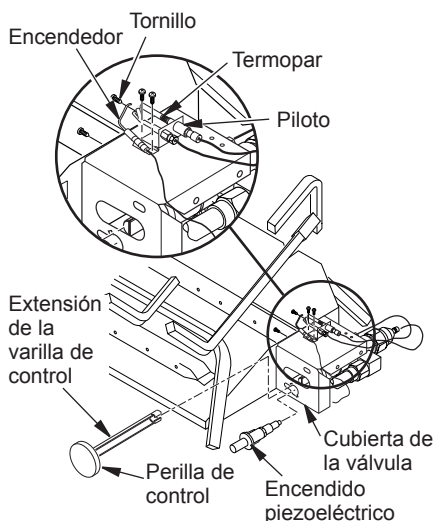

Figura 10 - Instalación de la cubierta, de la perilla de control y del encendido piezoeléctrico
10. Ponga el termopar, piloto y encendedor sobre la cubierta de la válvula, tal como se muestra en la figura 10. Utilice los tornillos incluidos.